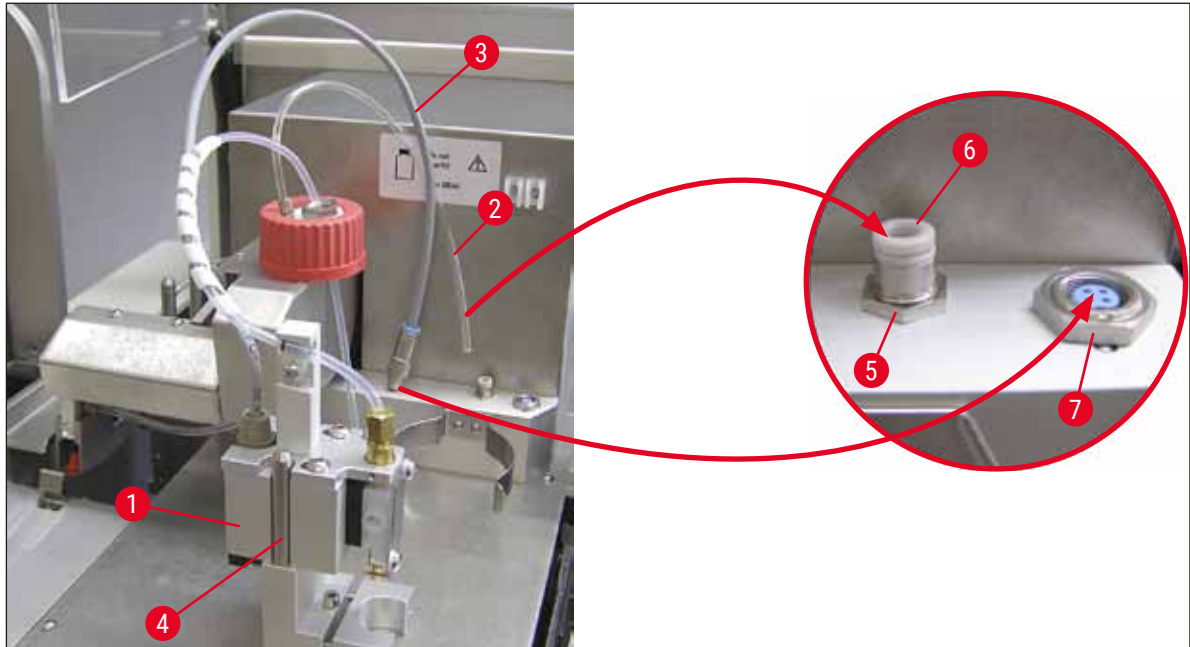

Fig. 11
2. Inserire l'erogatore (→ Fig. 11-1) nel supporto (→ Fig. 11-4) per la posizione di preparazione (→ Fig. 11).